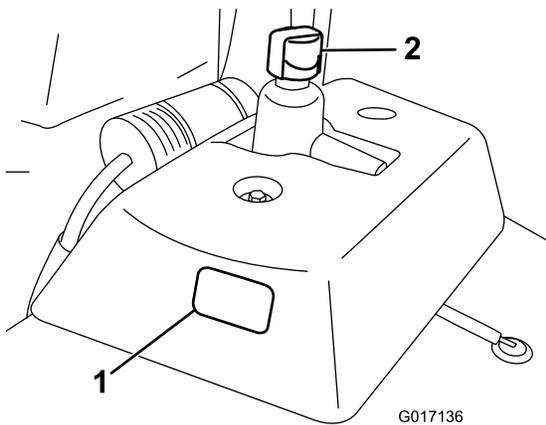

Bild 22
2. Prüfen Sie den Ölstand am Schauglas an der Seite des Hilfsölbehälters (Bild 22).